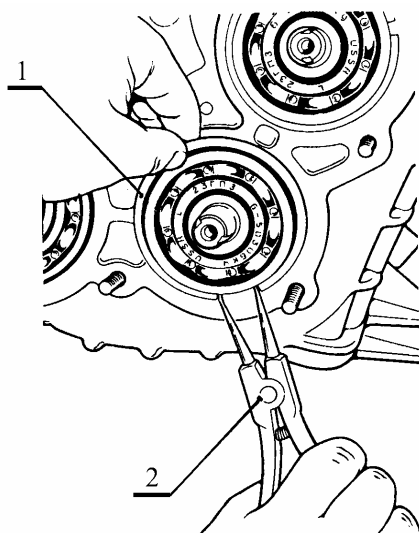

Рис.4. Снятие установочных колец:
3.5 Снять установочные кольца 1, рис.4, с задних подшипников ведущего и промежуточного валов (щипцы для развода пружинных колец).